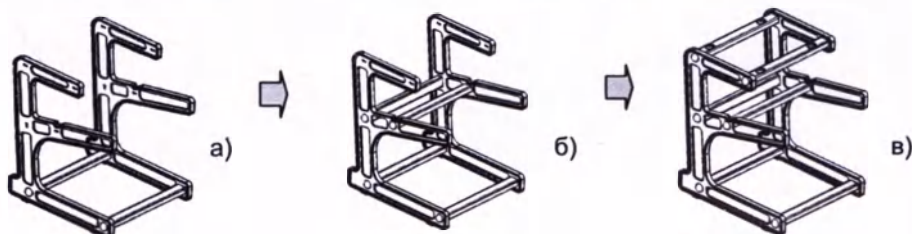

Рис. 14
1. К опорным стойкам (стойка №1) сначала в ее нижней части, затем в средней части присоединить винтами-саморезами по две стойки (стойка №3) без затягивания винтов (рис. 14 а,б).
3. Присоединить к опорным стойкам стойки №2 (рис. 14 в). Винты затянуть ключом.